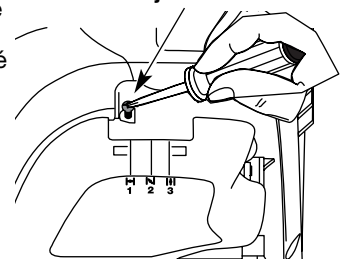

Fig. 32
La vitesse de ralenti du moteur est réglable à l'aide d'une vis de réglage accessible par un trou situé sur le dessus du couvercle du moteur (Fig. 32).
2. Régler la manette des gaz à bas régime (☞) et laisser le moteur tourner au ralenti. Si le moteur s'arrête, insérez un petit tournevis à embout cruciforme ou à tête plate dans le trou du couvercle du moteur (Fig. 32). Vissez la vis de réglage du ralenti de 1/8 de tour à la fois (selon le besoin) jusqu'à ce que le moteur tourne au ralenti.